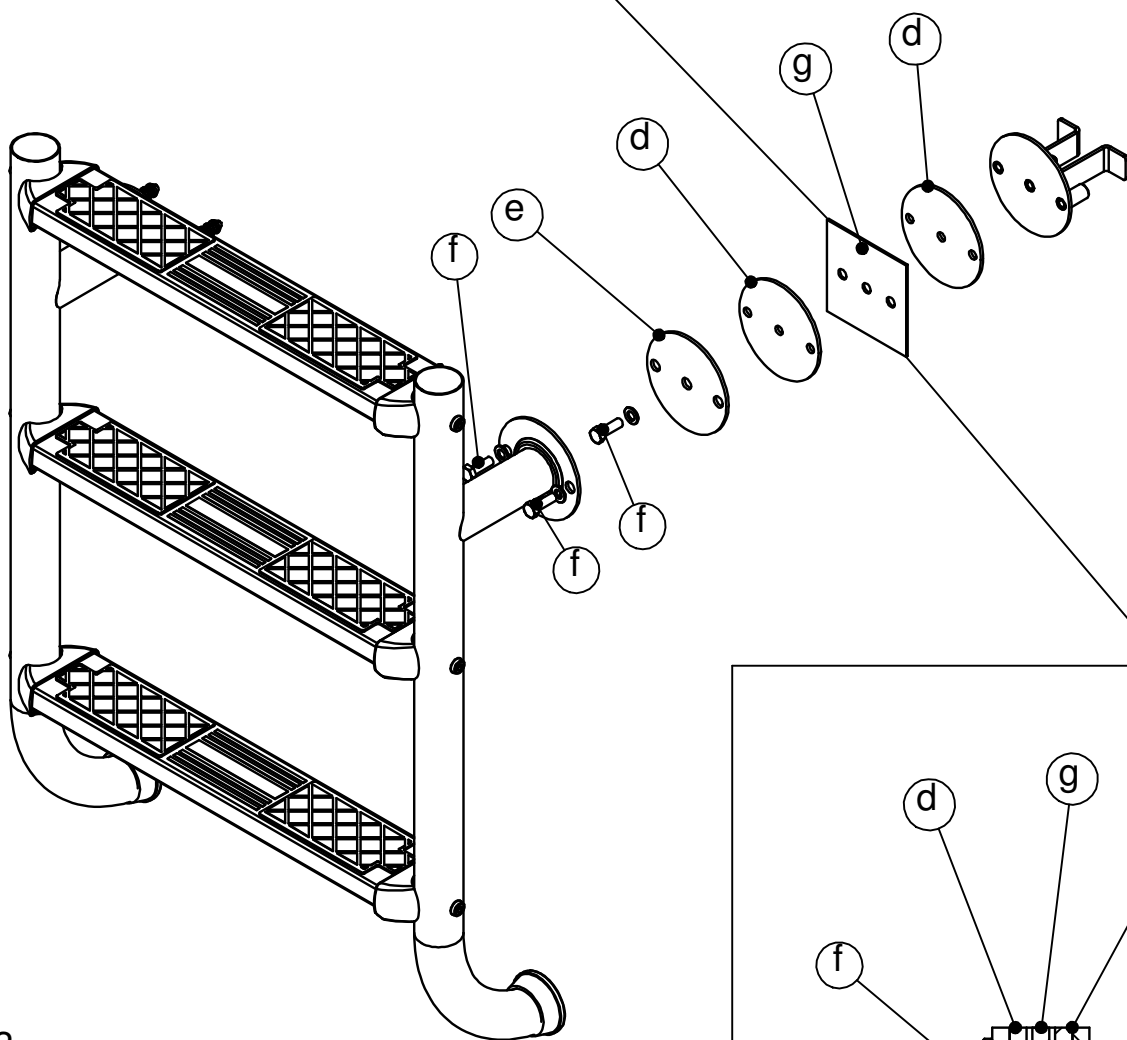

Рис.03
- 1.- Для размещения анкерной системы сделайте на стенке бассейна канавку размером 200x200x150 мм на глубину, указанную на рис.03.